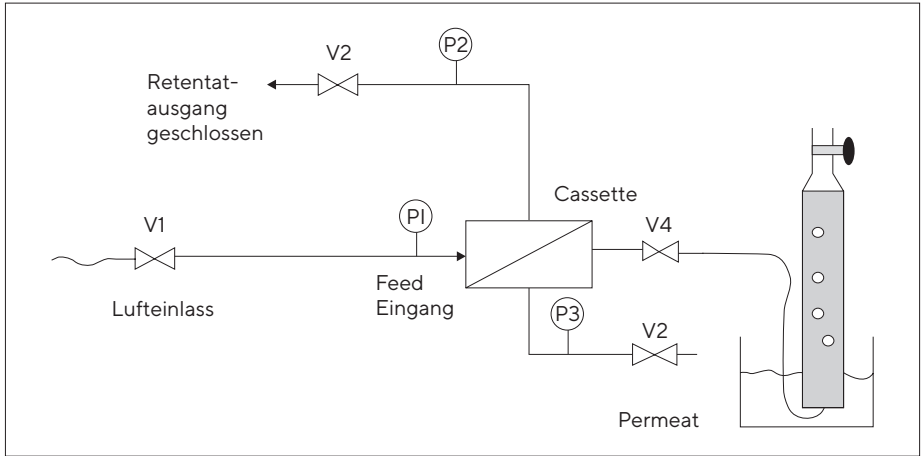

Abb. 4: Systemaufbau für manuellen Integritätstest V1-V3: Ventile; P1: Manometer
4. Schließen Sie den unteren Permeatausgang (siehe Abb. 4).